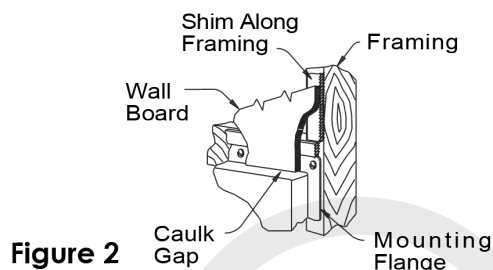

Figure 2
8. Réalisez la finition des plaques de plâtre comme illustré à la Figure 2.